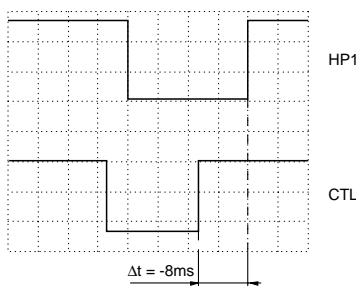

Fig. 23
- Mit den Tasten **←** / **→** den Zeitabstand zwischen dem Kopfumschaltimpuls und der steigenden Flanke des CTL-Impulses auf $\Delta t = -8\text{ms}$ (Fig. 23) einstellen.
- Using the **←** / **→** buttons set the time interval between the head pulse and the rising edge of the CTL pulse to $\Delta t = -8\text{ms}$ (Fig. 23).